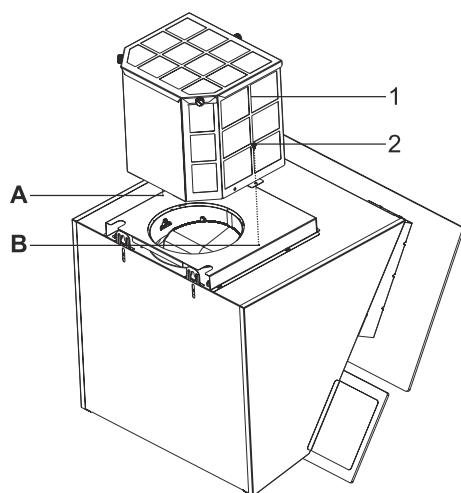

Fig. 11
- Kulfilter kabinettet skal fastgøres med 2 stk. 3,5x9,5 skruer på a+b (Fig. 11).